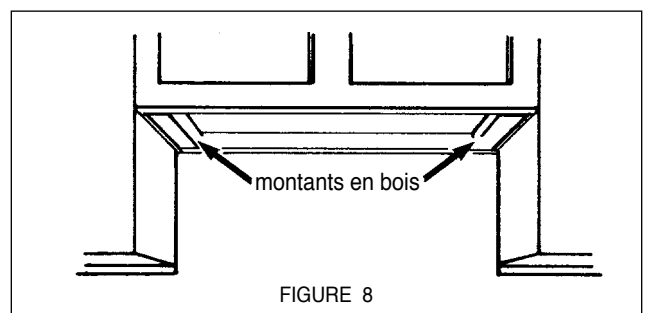

FIGURE 8
3. Si le bas de l'armoire est en retrait, il faut installer des montants en bois afin d'assurer un alignement approprié avec le bas de l'armoire. Ces montants en bois doivent être égaux ou en retrait de 1/16 à 1/8 po avec le bas de l'armoire, tel qu'il est illustré à la FIGURE 8.